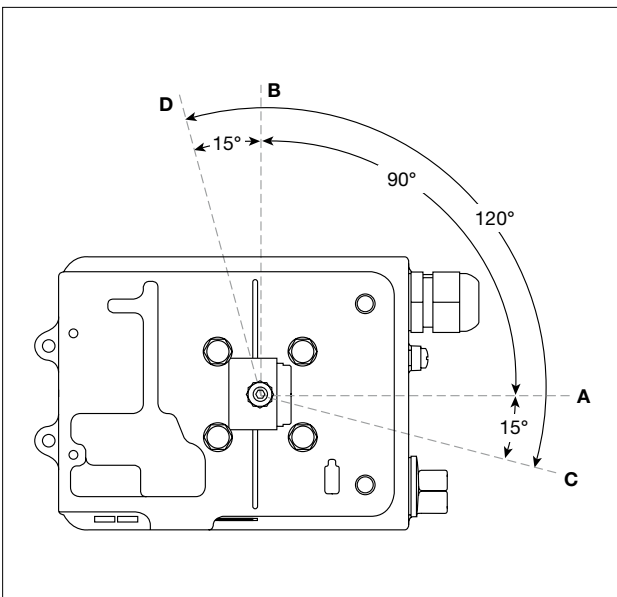
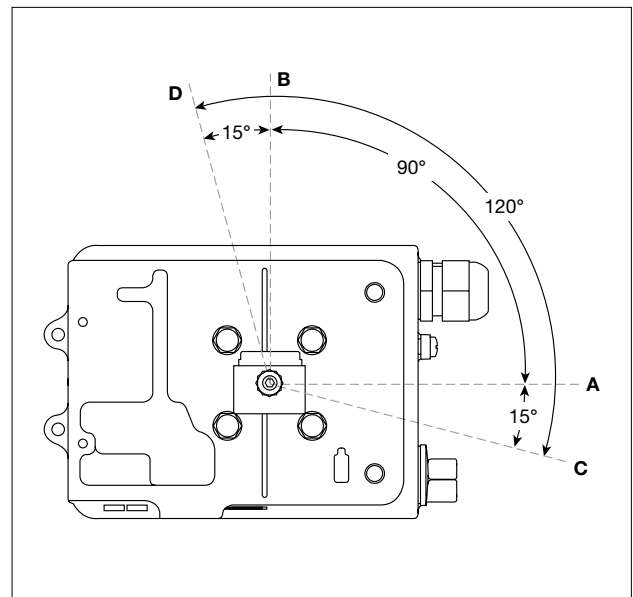

Bild 36: Position des Magnets bei einem Antrieb mit Arbeitsrichtung im Uhrzeigersinn; Blick auf die Unterseite des Stellungsreglers
Bild 37: Position des Magnets bei einem Antrieb mit Arbeitsrichtung entgegen dem Uhrzeigersinn; Blick auf die Unterseite des Stellungsreglers
2. Magnet wie in Bild 36 oder Bild 37 gezeigt, montieren und festziehen. Der Abstand zwischen Magnet und Stellungsregler sollte zwischen 5 und 14mm betragen.
Die Bewegung des Magnets wird immer zwischen „C“ und „D“ sein. Dieser Arbeitsbereich wird vom Hallsensor vorgegeben und kann nicht geändert werden, siehe Bild 36 und Bild 37.